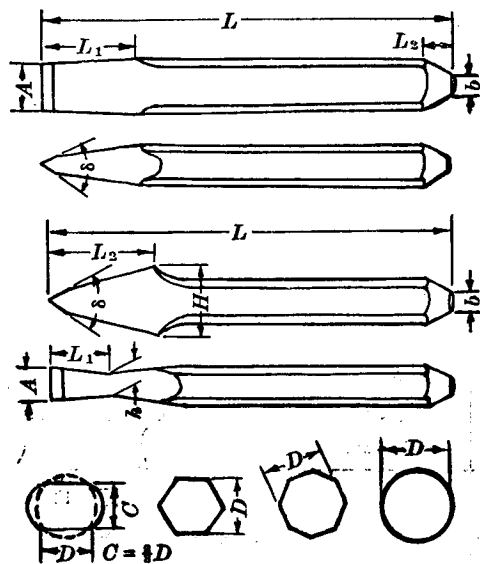

图 10
錾子的规格很多，这里只介绍常用的扁錾和尖錾的规格，见图 10 和表 1、表 2(表中尺寸单位为毫米)。錾子杆的截面
(1) 取料。可按图 10 和表 1、表 2 所列尺寸截下需要长度的料。
(2) 加热。加热温度不要过高，以免表面氧化和脱碳。加热温度一般在  $800 \sim 850^{\circ}\text{C}$ ，温度的鉴别可参看表 3。